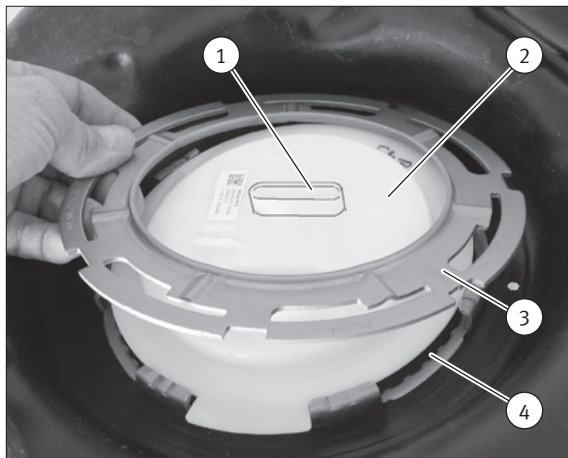
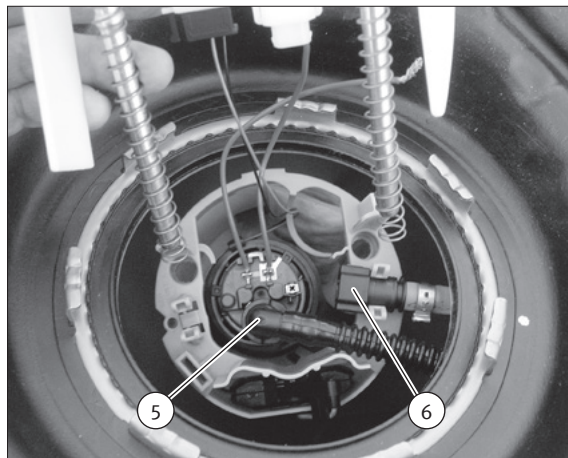

Abb. 1/Fig. 1/Puc. 1/图1
Abb. 2/Fig. 2/Puc. 2/图2
- 根据制造商规定打开密封环(3)(图 1)。
- Fijar el conector rápido de 90° de la tubería de presión (5). El mecanismo de enclavamiento debe encastrar.
- Colocar ambas guías (2) de la tapa de brida con muelle en las guías correspondientes (Fig. 2).
- Colocar el anillo de cierre (3) según las prescripciones del fabricante.
- 松开压力管路的快速连接器(5)(图 2)。